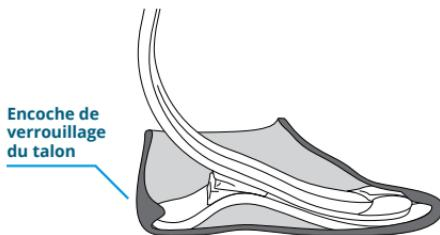

Figure 3
- Poussez la coque de pied sur le talon ou, si nécessaire, insérez un chausse-pied dans la coque de pied et laissez le talon glisser vers le bas du chausse-pied dans l'encoche de positionnement du talon. Le talon doit se verrouiller (Figure 3) en place pour fonctionner correctement et en toute sécurité.